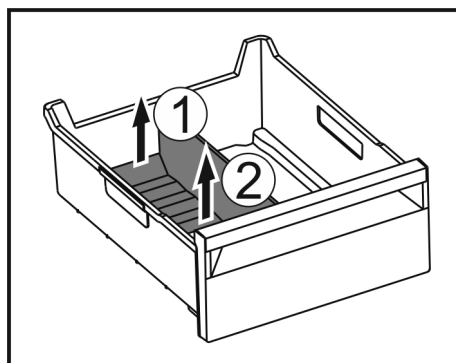

Fig. 67
- ▶ Zdvihnite zadnú časť oddelovača zásuvky na ľad. Fig. 67 (1)
- ▶ Odoberte oddelovač zásuvky na ľad nahor. Fig. 67 (2)